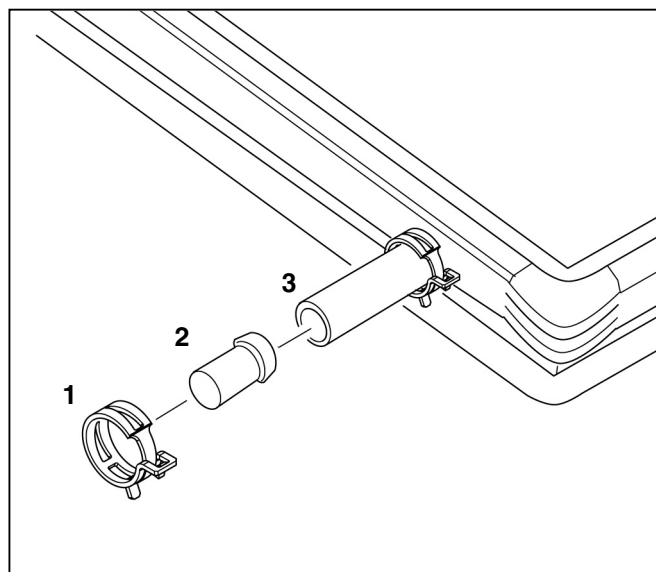

Fig. 5 Montaggio del tappo cieco
- A questo scopo inserire per primo il tappo cieco (fig. 5, pos. 2) con il rigonfiamento nel tubo flessibile dell'impianto solare corto (fig. 5, pos. 3).
- Far scivolare la fascetta elastica (fig. 5, pos. 1) fino al rigonfiamento del tappo cieco (fig. 5, pos. 2). Se la fascetta elastica è nella posizione corretta, è possibile serrare l'anello di sicurezza azzurro.